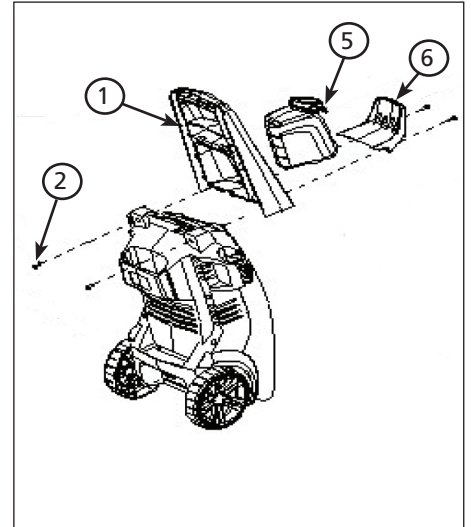
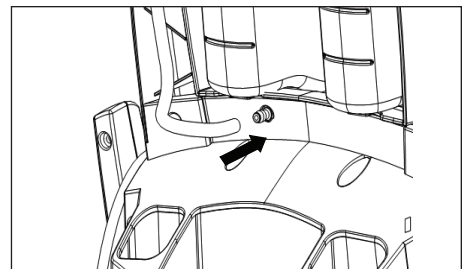

Figure 8 - Seulement pour le PW1825
Figure 10 - Attachez le tube de savon à l'unité (seulement pour les modèles PW1825 et PW1835)
1. Faites glisser la poignée (1) sur l'unité (voir la figure 8).
3. Faites glisser le crochet du tuyau (6) sur l'avant du nettoyeur haute pression.
5. Faites glisser le réservoir de savon (5) dans la poignée.
6. Attachez le tube de savon à l'unité (voir la figure 10).
4. Attachez le tube de savon à l'unité (voir la figure 10).